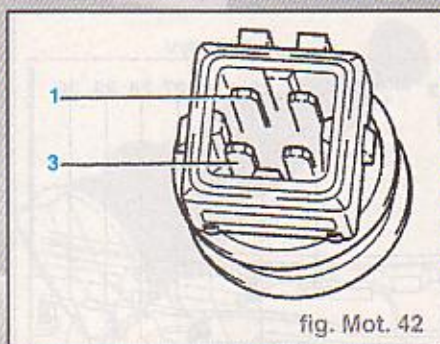

fig. Mot. 42
- Contrôler la résistance entre les contacts 1 (masse) et 3 (signal) du transmetteur de température du liquide de refroidissement (fig. Mot. 42).